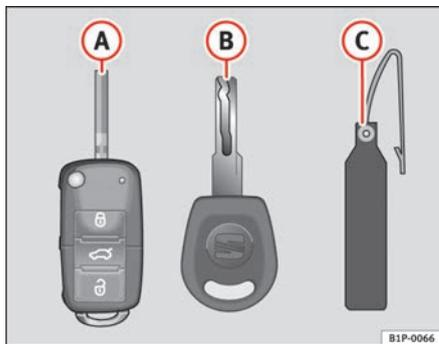

Fig. 41 Set di chiavi
- una chiave con telecomando ⇒ fig. 41 **A**
Il codice indicato sulla targhetta ⇒ fig. 41 **B** è indispensabile per poter fare eventuali duplicati delle chiavi. Per questo motivo: